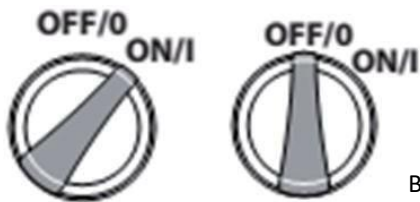

Bild 3
5. Ställ huvudströmbrytaren i läge "I" (fig. 3).
2. Ställ omkopplaren i läge "O" (bild 3).
2. Slå av huvudströmbrytaren (läge "O", bild 3).